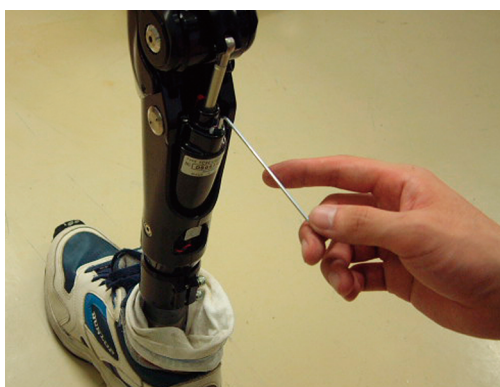

図 16 クッションバルブの締付方法
- 1 図 16 のように、六角レンチ（2mm）を用いてクッションバルブを回します。